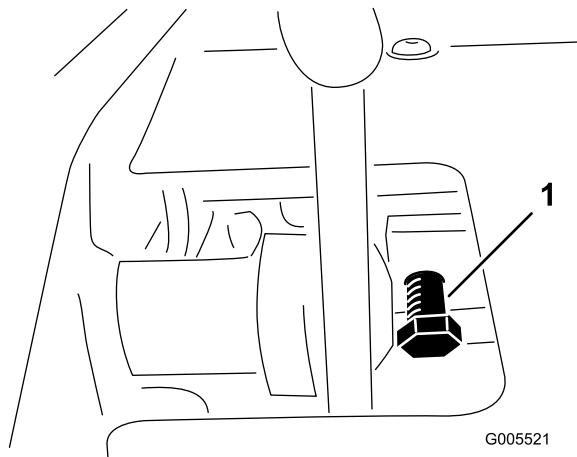

図 53
- ペダルロックボルトのジャムナットをゆるめる（図 53）。